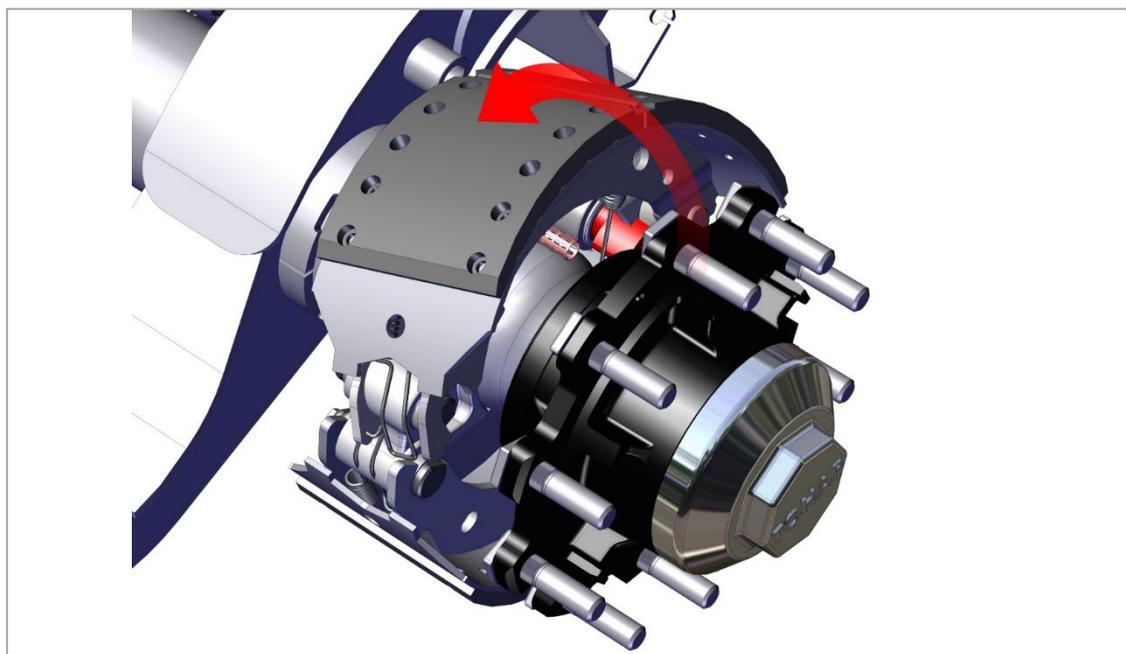

Рис. 20. Снятие тормозной колодки.
4) Наклоните верхнюю тормозную колодку над кулачком и осью моста и снимите её, как показано на рис. 20.